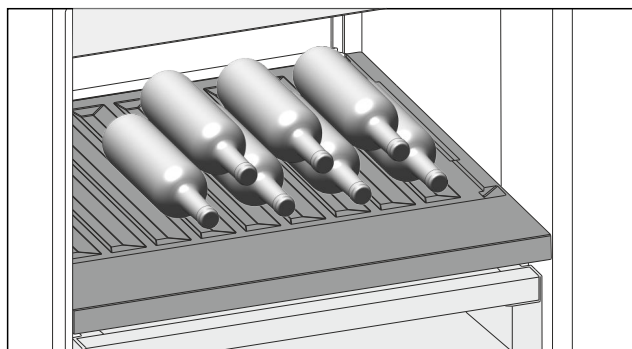

Fig. 99
- Láhve ukládejte dnem dozadu k zadní stěně. (viz Fig. 99)